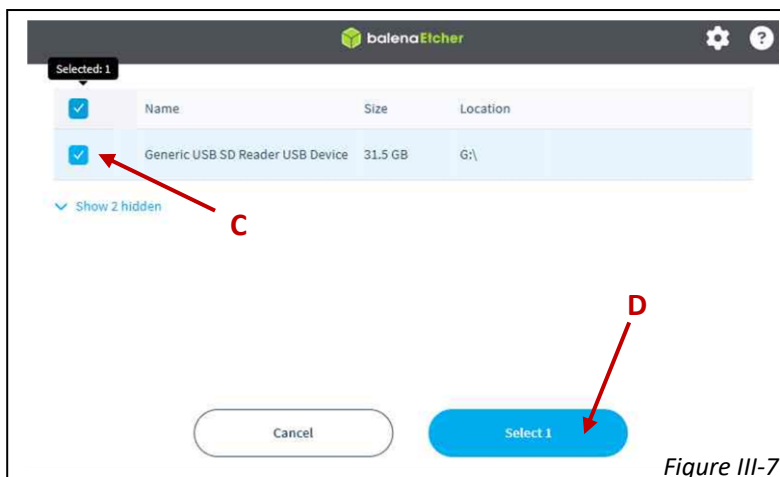

Figure III-7
- Le sélecteur de la figure III-7 ci-contre est proposé.
- Sélectionner le disque adaptateur USB / micro SD de destination (C sur la figure III-7) et valider en appuyant sur le bouton « **Select 1** » (D sur la figure III-7)